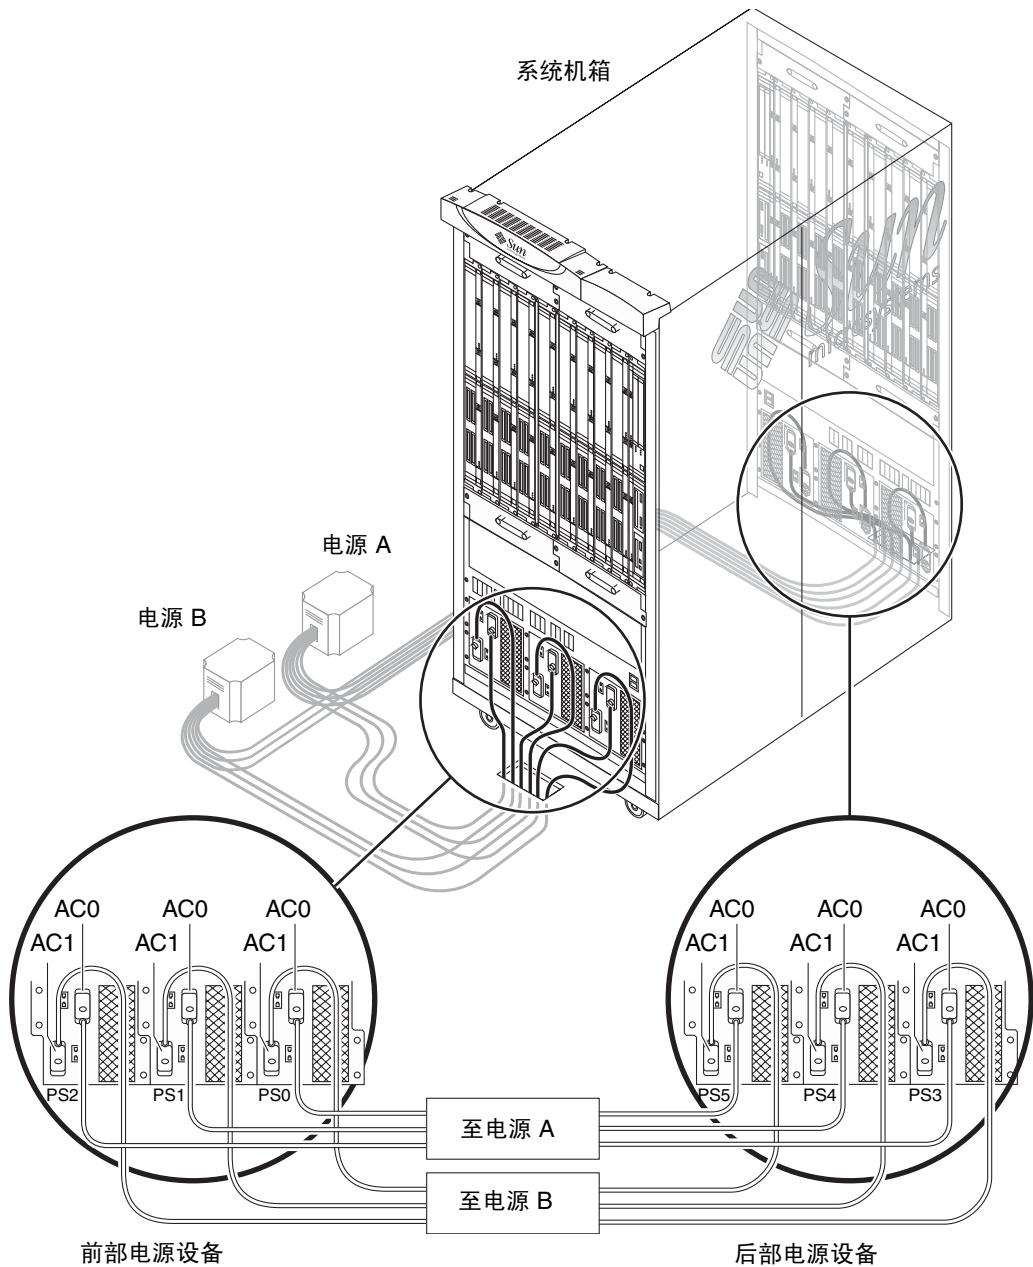
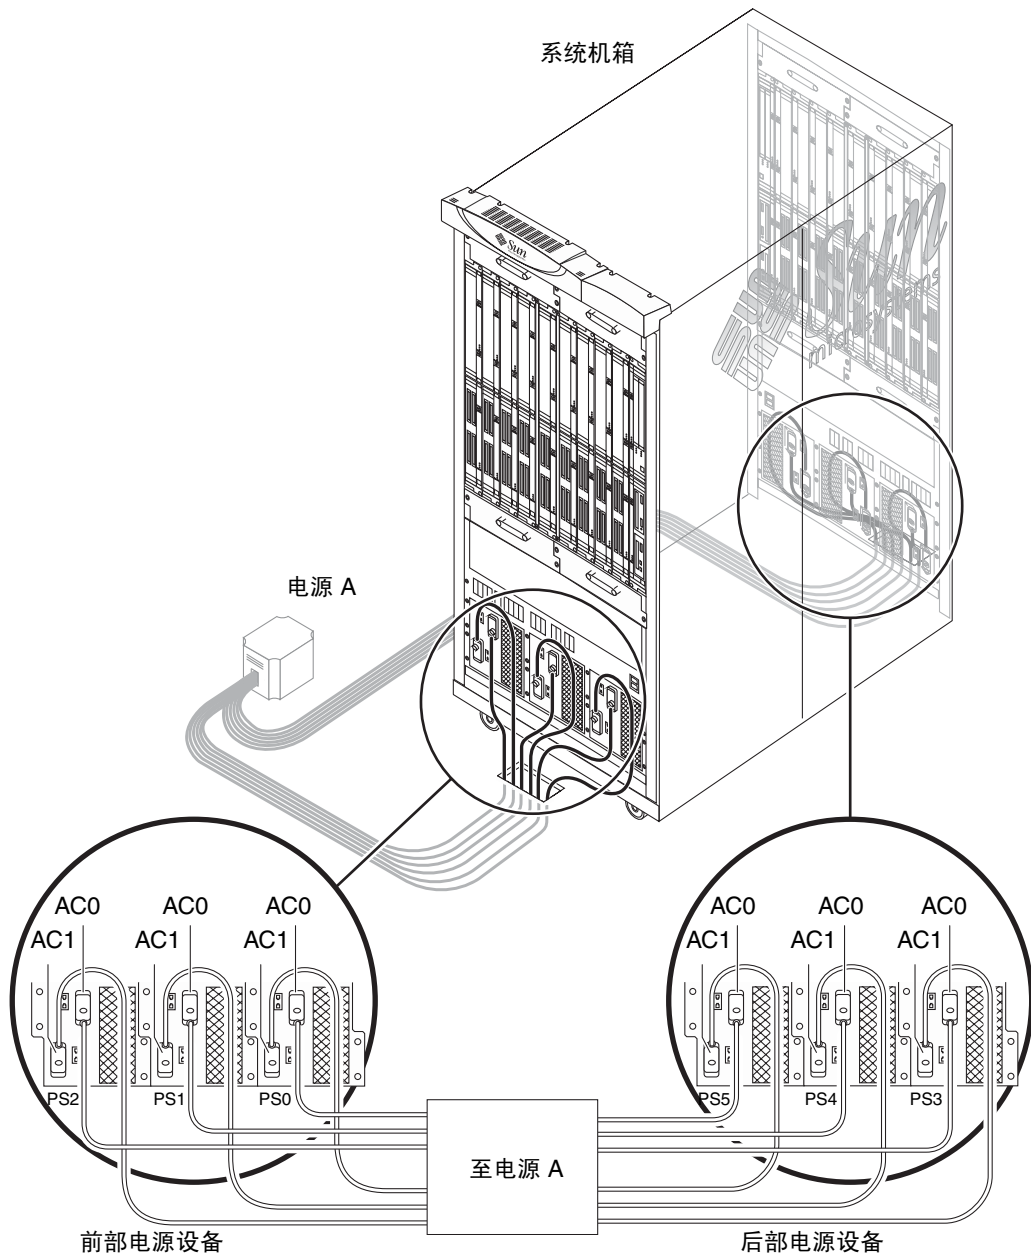
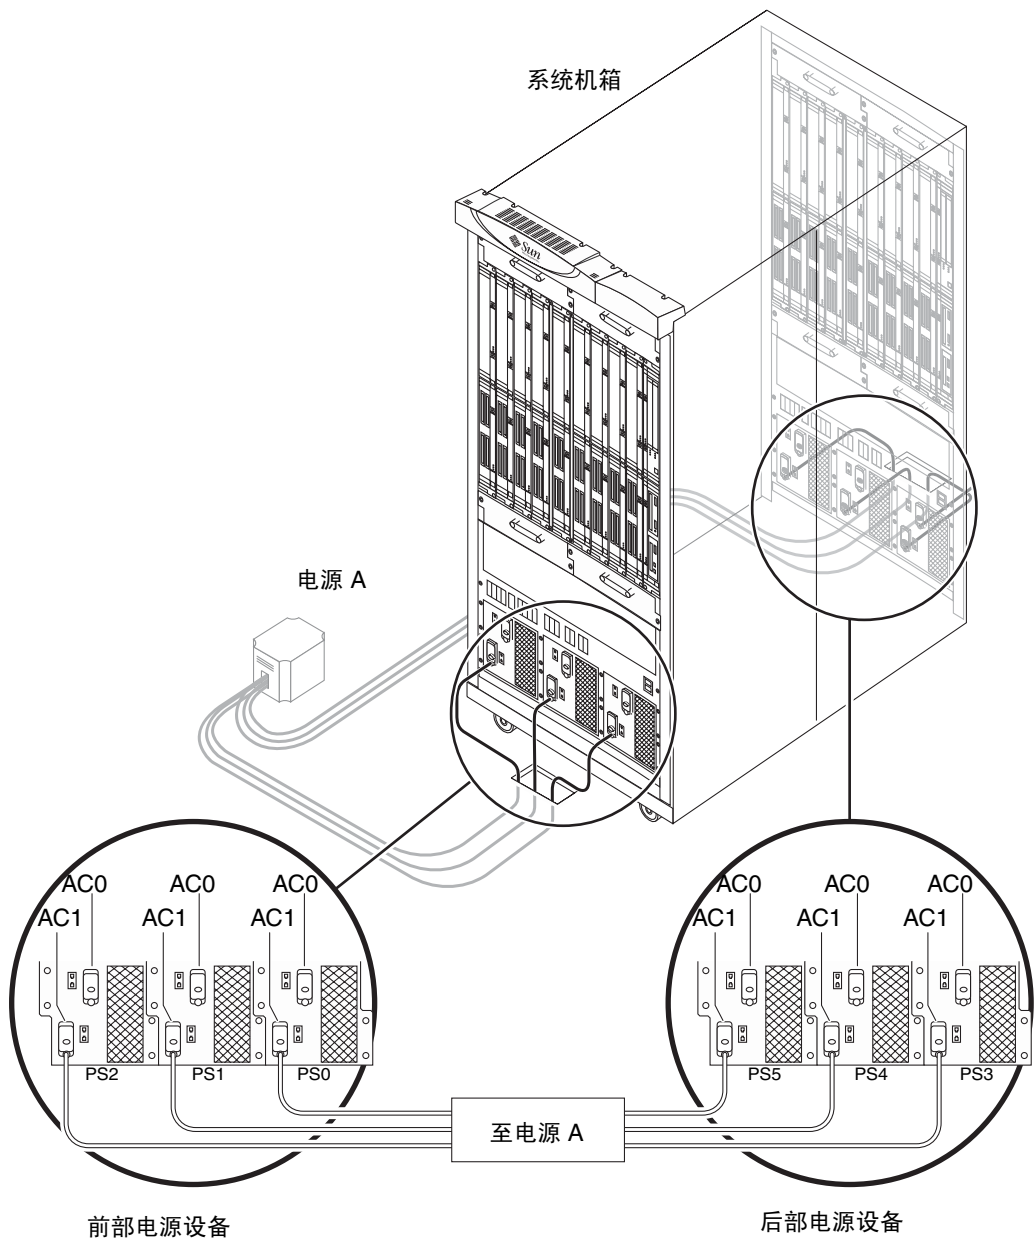

图 3-1 Sun Fire E25K/E20K 系统电源连接 - 冗余电源，双电源（电源 A 和 B）
图 3-2 Sun Fire E25K/E20K 系统电源连接 - 高可靠性电源，单电源（一个电源）
图 3-3 Sun Fire E25K/E20K 系统电源连接 - 基本单电源，单电源（一个电源，无冗余，不推荐使用）
表 3-1 列出了系统机箱的电气规格。表 3-2 用于记录电源电缆要求（请参见附录 A，以获得要使用的详目表并用它保存您的记录）。表 3-3 简要说明了三种电源配置的特性。图 3-1、图 3-2 和图 3-3 显示了可能的系统电源连接。
- 建议系统机箱使用图 3-1 中所示的冗余电源（双电源）。
如果 Sun Fire E25K/E20K 系统配备了两个独立电源（如图 3-1 中所示），那么在有一个电源提供电力的情况下，只要系统的直流功耗低于 20,000 W（通过 SMS 命令 `showenvironment -p powers` 测得），系统就可以运行。
如图 3-3 配置的 Sun Fire E25K/E20K 系统在有一个电源提供电力的情况下，若直流功耗超过 20,000 W，则不能运行。